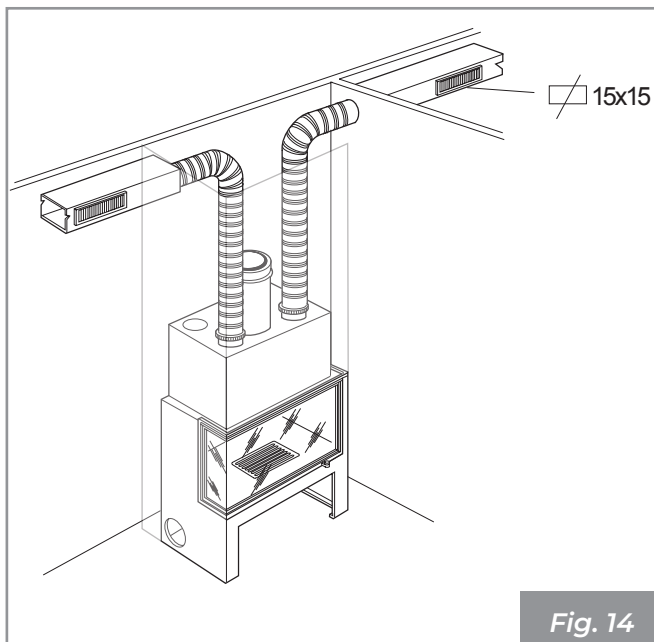

Fig. 14
- Tubo flexible en aluminio - longitud hasta 6 m en único conducto (Fig. 14);
- Tubo liso metálico - longitud hasta 10 m en único conducto (Fig. 14);